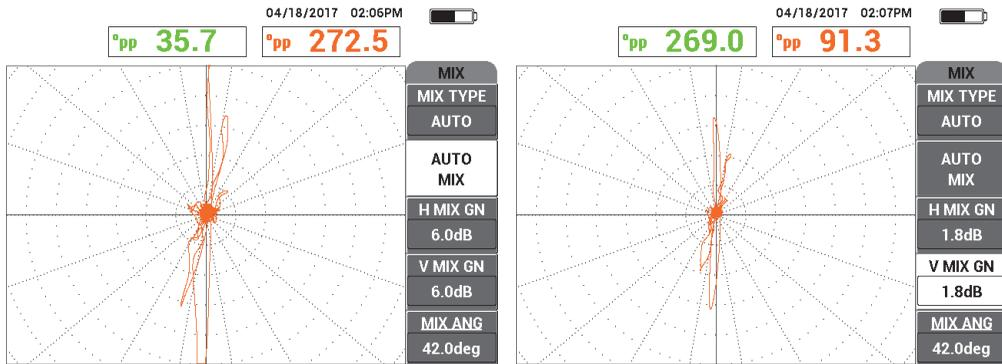

Figura 5-205 Il segnale dopo l'uso della funzione AUTO COMB. (a sinistra) e con la regolazione dell'angolo-guadagno (a destra)
9. Premere il tasto FREEZE (❄️), seguito da **ANG.COMB.** (angolo combinato, tasto E) e ruotare la manopola fino a quando il segnale passante maggiore risulti verticale (vedere Figura 5-205 a pagina 288).